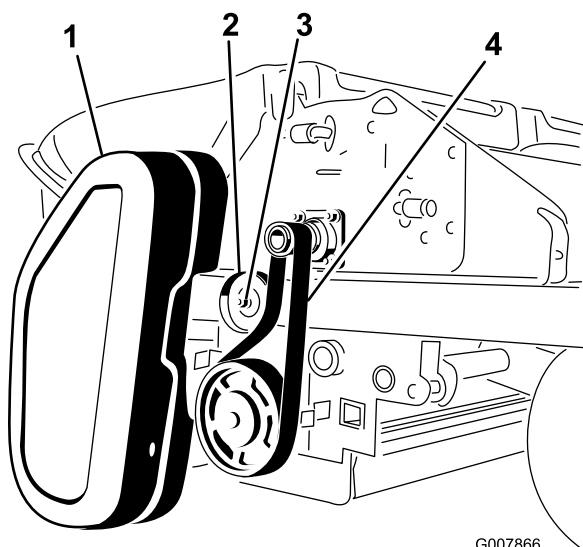

Figura 57
1. Togliete il paracinghia (Figura 57).
2. Allentate il dado sulla puleggia tendicinghia (Figura 57).
3. Fate fuoriuscire la cinghia dall'albero della tranciatrice e dalla puleggia della spazzola (Figura 57).